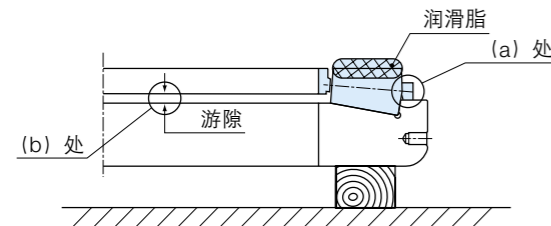

图 3.39
- (2) 将配合代号 A 的滚子与保持架组件滚子上部全周均匀涂抹规定重量的润滑脂，轻轻放在外圈之上。确认保持架在图 3.39(a) 处与外圈接触，在 (b) 处与外圈留出游隙，对准保持架方向组装起来（见图 3.39）。